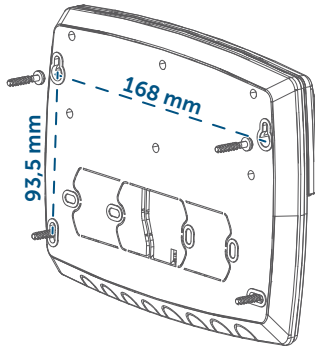

Figura 2
- Monte la Multi IO Box insertando los tacos suministrados y enroscando los tornillos (v. figura 2).